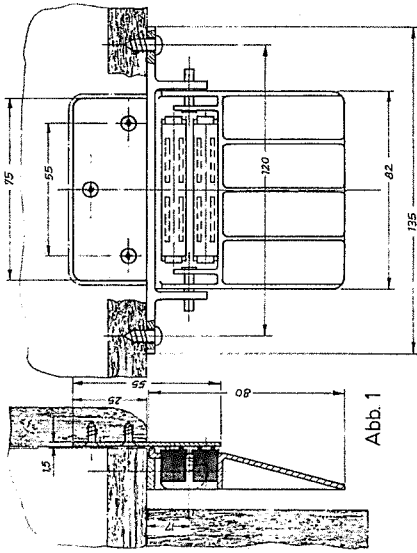

Abb. 1
1. Fußhebel mit Magneten a (Abb.1)
2. Gegenplatte (55x75 mm) b (Abb.1)
Der vormontierte Fußhebel wird unter den Schrankunterboden gegenüber der Schamiersseite angeschraubt. (Abb. 1) Die Langlöcher ermöglichen eine Feineinstellung, damit beide Magnete voll an der Gegenplatte anliegen.
Die Gegenplatte sollte in die Rückseite der Frontplatte eingelassen werden. Mit 3 Senkschrauben befestigen. (Abb. 1)
1. voethevel met magneten a (afb. 1)
2. tegenplaat (55 x 75 mm) b (afb. 1)
De voorgemonteerde voethevel wordt onder de kastbodem aan de andere kant van de scharnierzijde vastgeschroefd. (afb. 1) De lange schroefgaten maken een juiste afstelling mogelijk, zodat beide magneten nagenoeg precies tegen de tegenplaat liggen.